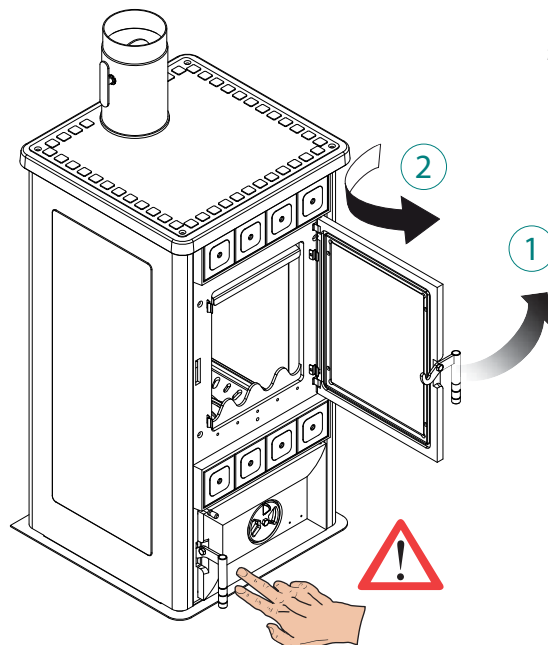

fig. 6.3.1
- aprire la porta fuoco (Fig. 6.3.1);